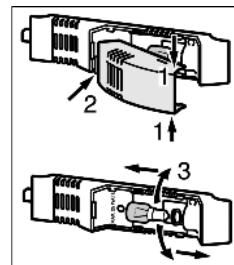

Fig. 17
- Возьмитесь за крышку лампы сверху и снизу Fig. 17 (1).
- Выведите крышку лампы сзади из зацепления и снимите Fig. 17 (2).
- Замените лампу Fig. 17 (3).